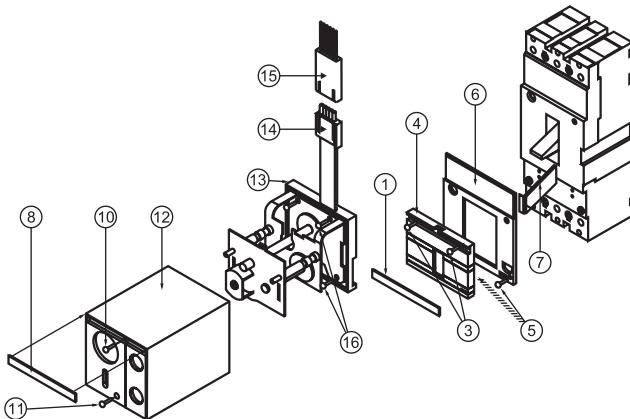

Рисунок 3
4.4.1 Подготовка выключателя (смотри рисунок 3):